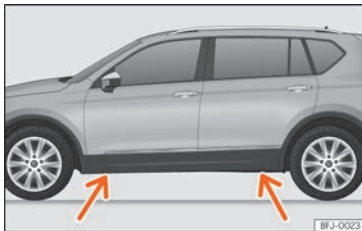

Abb. 76 Querträger: Marken.
• Suchen Sie am Längsträger die Markierung des Aufnahmepunktes für den Wagenheber (Eindrückung), die dem zu wechselnden Rad am nächsten liegt »» Abb. 76.